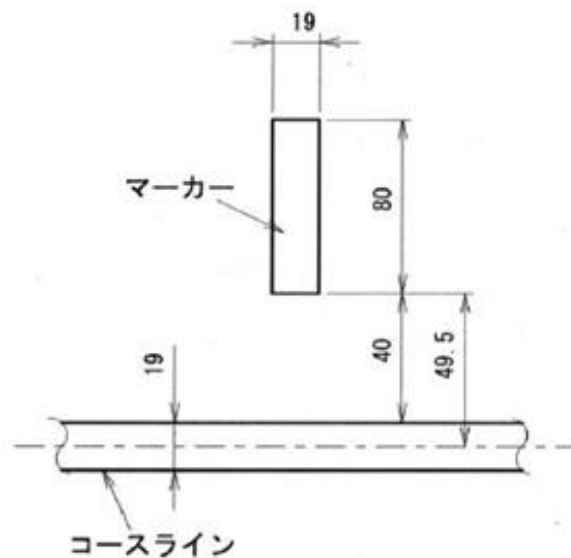

図 6 マーカーの形状
- 1) マーカーは長さ 80 mm、幅 19 mm の白色テープであり、図 6 に示すように、コースシート床面に、コースライン中心線から 40 mm 離して貼られる。